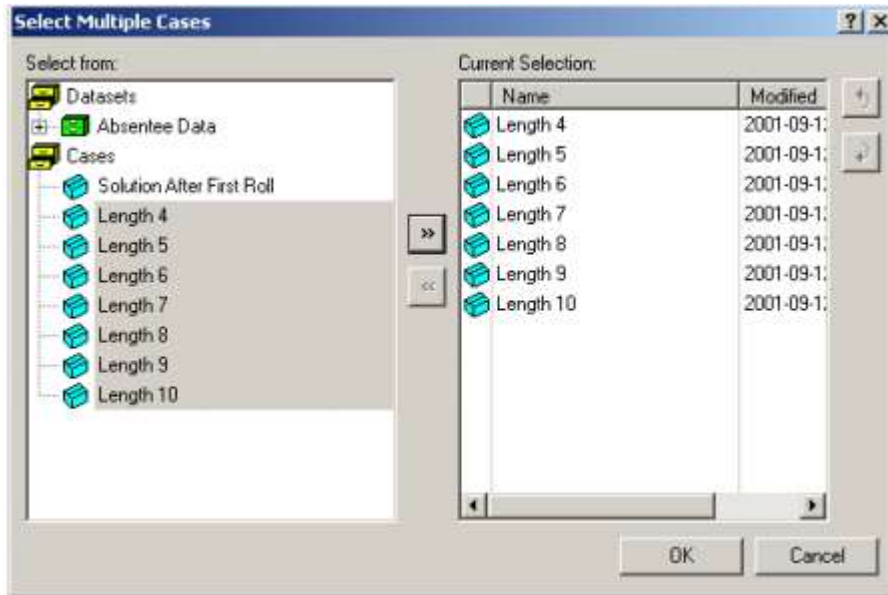

图 14.16: Select Multiple Cases 对话框
- 按 **Move Right** 按钮 ，把选择的容器移至右边的列表框（见图 14.16），然后